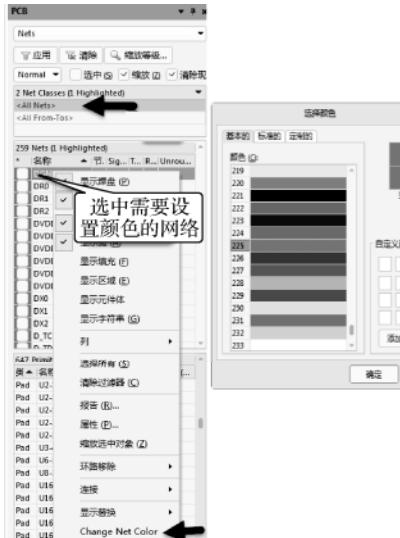

图 10-81 网络颜色的设置
(1) 在 PCB 设计交互界面的右下角执行命令“Panels-PCB”，调出 PCB 对象编辑窗口，选择“Nets”，进入“Nets”编辑窗口，如图 10-81 中左图所示。
(2) 单击选择“All Nets”，在下面网络显示框中，选中需要设置颜色的网络，如“DGND”。单击鼠标右键，选择“Change Net Color”命令，在弹出的颜色选择框中选择自己喜欢的颜色进行设置即可，如图 10-81 所示。